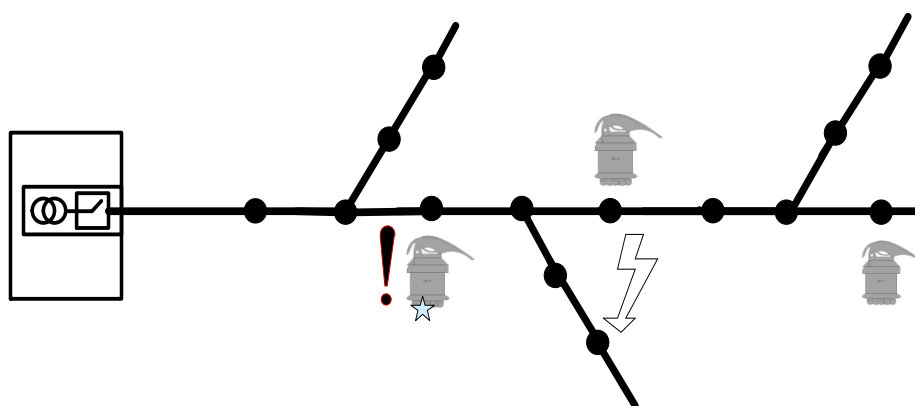

Рисунок 12 – Установка комплектов на линии с короткими ответвлениями
- на линии с короткими ответвлениями комплекты, как правило, устанавливаются по стволу линии за местом разветвления (отпайки), на ближайших к месту разветвления промежуточных опорах (Рисунок 12);